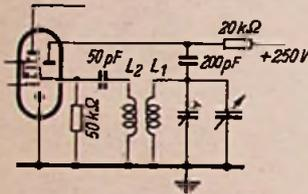
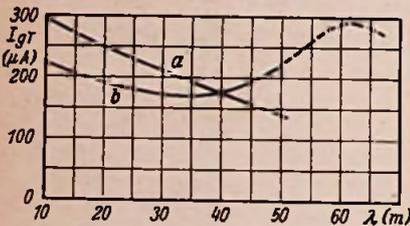

Bild 1. Übliche Oszillatorschaltung für den Kurzwellenbereich
Bild 2. Abhängigkeit des Oszillatorkitterstromes von der Wellenlänge
Bild 1 zeigt die übliche Oszillatorschaltung. Bei 6 MHz beträgt der Resonanzwiderstand des Oszillatorkreises etwa 5 kΩ, während er bei 20 MHz bis auf etwa 15 kΩ ansteigt. Die üblichen Mischröhren benötigen für größte Mischsteilheit und geringstes Rauschen eine Oszillatorspannung ($I_{gr} \times R_{gr}$) von etwa 10 V, also bei
a) für die Schaltung nach Bild 1 (Schwankung + 45% bis -30% vom Sollwert 200 µA)
$R_{gr} = 50 \text{ k}\Omega$ einen Gitterstrom von $I_{gr} = 200 \text{ }\mu\text{A}$. Bei der in Bild 1 dargestellten Schaltung erfordert dies eine sehr feste Rückkopplung. Deshalb wird meist die Windungszahl der Rückkopplungsspule ebenso groß gemacht wie die der Schwingkreisspule. Trotzdem bleibt der Gitterstrom bei 6 MHz noch erheblich unter dem günstigsten Wert, so daß die Mischsteilheit absinkt, das Rauschen steigt und der Anodenstrom der Oszillatortriode in vielen Fällen den mit Rücksicht auf die Lebensdauer zulässigen Höchstwert von etwa 6 mA überschreitet. Andererseits ist die Rückkopplung dann am kurzwelligen Ende (20 MHz) zu fest, so daß die Gefahr des Überschwingens (periodisches Aussetzen des Oszillators durch Auftreten von Kipp-schwingungen) besteht und der Gitterableitwiderstand verringert werden muß. Eine zu große Oszillatoramplitude hat außerdem vermehrte Pfeifstellen zur Folge. Durch die feste Rückkopplung wird die Änderung der Gitter-Katodenkapazität, die beim Regelvorgang auftritt, praktisch in ihrer vollen Größe auf den Schwingungskreis übertragen, so daß der Schwundausgleich mit einer erheblichen Frequenzverwerfung (meist mehrere kHz am kurzwelligen Ende) verknüpft ist, wenn man nicht auf eine Regelung der Mischröhre im Kurzwellenbereich verzichtet. Es ist schwer, einen günstigen Kompromiß zu finden und wie Kurve a in Bild 2 zeigt, ist auch hierbei noch die Änderung der Oszillatoramplitude etwa 1 : 2.
Eine Schaltung, die die beschriebenen Nachteile nicht aufweist, ist in Bild 3 dargestellt. Die Rückkopplungsspule liegt nicht direkt am Gitter, sondern es ist der Serienresonanzkreis L_3, C dazwischen geschaltet. Seine Resonanzfrequenz liegt etwas unter der niedrigsten Frequenz des Empfangsbereichs, also bei 4,75 MHz bzw. 63 m, wenn der Empfangsbereich bis 6 MHz bzw. 50 m reicht. Am kurzwelligen Ende, bei 20...25 MHz, ist der Serienkreis praktisch unwirksam, so daß nun die Rückkopplung nur so fest gemacht zu werden braucht, wie es für eine ausreichende Amplitude notwendig ist, d. h. man benötigt nur halb so viel Rückkopplungswindungen wie in der Schaltung nach Bild 1. Der Abfall der Amplitude nach längeren Wellen wird dadurch vermieden, daß bei Annäherung an die Resonanzfrequenz von L_3, C an L_3 eine überhöhte Spannung auftritt. Die Kurve b in Bild 2 zeigt den bei dieser Schaltung beobachteten Verlauf des Oszillatorkitterstromes. Sie liegt dicht bei dem Sollwert von 200 µA; die Schwankung von etwa 20% ist praktisch bedeutungslos. Ein Vergleich der Kurven a und b zeigt die beträchtliche Verbesserung, die nur eine zusätzliche Spule und einen Kondensator er-
Die Spule L_3 soll möglichst wenig mit L_1 und L_2 gekoppelt sein, man kann sie aber trotzdem ohne Bedenken auf denselben Spulenkörper wickeln. Wenn man die Induktivität von L_3 nicht ausreichend genau vorausbestimmen kann, ist es zweckmäßig, für C einen Trimmer zu benutzen, den man so einregelt, daß das in Bild 2 gestrichelt gezeichnete deutliche Maximum des Gitterstroms bei etwa 4,75 MHz, d. h. 63 m, auftritt. Die Rückkopplungsspule L_2 wird so bemessen, daß bei etwa 20 MHz, d. h. bei 15 m, der Gitterstrom den Sollwert von 200 µA erreicht. Alle genannten Frequenzen sind Empfangsfrequenzen. Die Oszillatorfrequenzen liegen um den Betrag der Zwischenfrequenz höher.